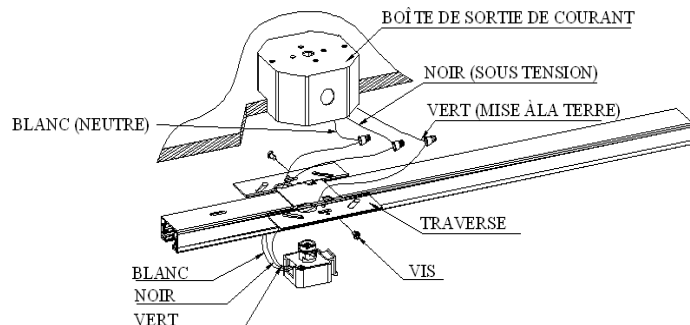

Fig. 4
- Connectez le fil blanc du circuit d'alimentation au fil blanc du connecteur flottant à extrémité sous tension. Connectez le fil noir du circuit d'alimentation au fil noir du connecteur flottant à extrémité sous tension. Connectez le fil de mise à la terre vert du circuit d'alimentation au conducteur vert du connecteur flottant à extrémité sous tension. Sécurisez les épissures avec des capuchons de connexion homologués UL qui conviennent aux format, type et nombre de conducteurs. (Voir la Fig. 4)